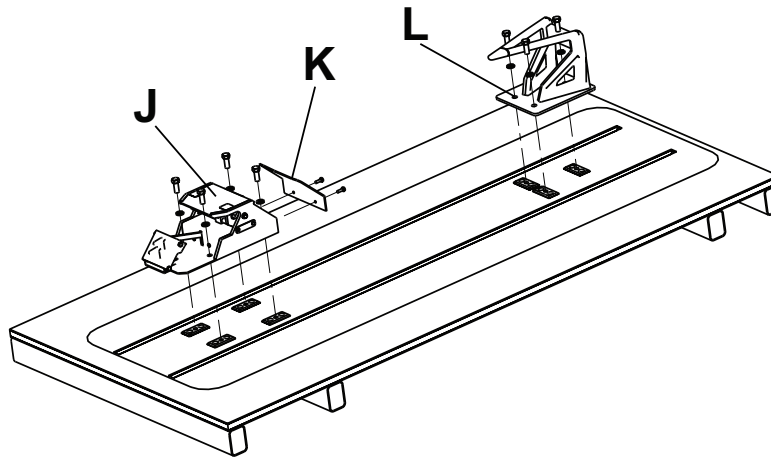
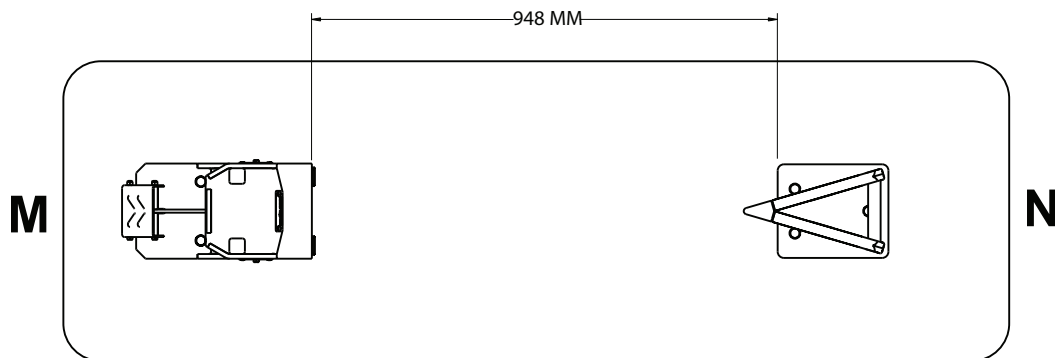
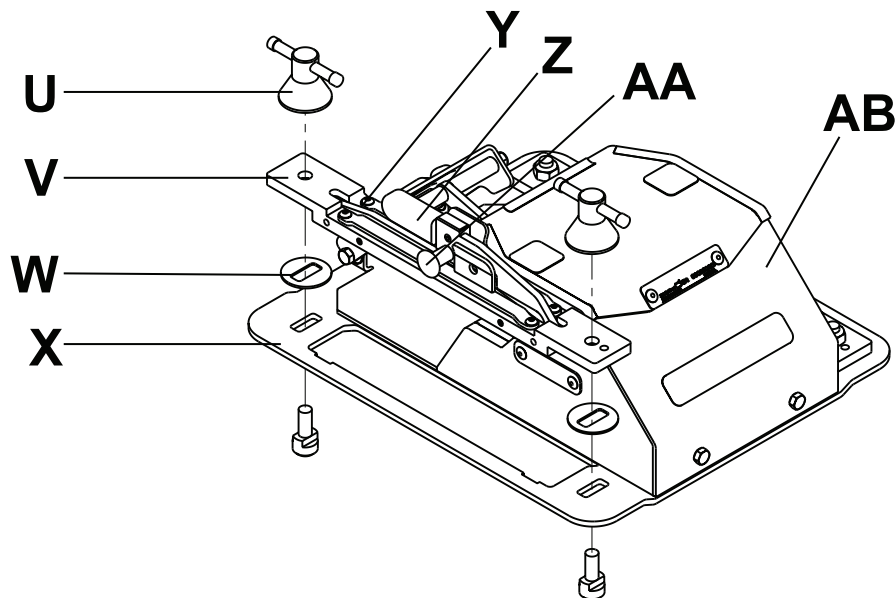

Abbildung 5 – Kopf- und Fußendebefestigung – Installation auf Bodenplatten
Abbildung 6 – Zwischenraum zwischen den Befestigungen
Abbildung 9 – Montage der Fußendebefestigung
1. Die rückwärtige Abdeckung (K) von der Fußendebefestigung (J) (Abbildung 5) abnehmen.
4. Die Kopfendebefestigung (L) auf den drei Bodenplatten montieren und mit drei 1/2-Zoll-13-Sechskantschrauben und Federscheiben sichern.
5. Sicherstellen, dass der Abstand zwischen Kopf- und Fußendebefestigung 948 mm beträgt (Abbildung 6).
10. Sicherstellen, dass der Abstand zwischen Kopf- und Fußendbefestigung 948 mm beträgt (Abbildung 6).
1. Die vier im Lieferumfang enthaltenen Sicherungsunterlegscheiben (6388-001-080) (W) zwischen der schienenmontierten Befestigung (**NMI-Adapter**) (V) und der Sicherungsbasisplatte der Fußendebefestigung (X) positionieren (Abbildung 9).
2. Die Flügelmutter (U) leicht anziehen, um den **NMI-Adapter** (V) an der Sicherungsbasisplatte der Fußendebefestigung (X) anzubringen (Abbildung 9).
5. Am Stift (AA) ziehen, um den **NMI-Adapter** (V) der Fußendebefestigung (AB) zu entriegeln (Abbildung 9).
6. Zum Öffnen erst am Griff (Z) und anschließend den Keil (Y) nach oben ziehen.
7. Die Fußendebefestigung (AB) an der Bodenschiene ausrichten.
8. Den Keil (Y) und dann den Griff (Z) nach unten drücken, um den **NMI-Adapter** (V) an der Bodenschiene zu verriegeln.
9. Die Flügelmutter anziehen, um den **NMI-Adapter** (V) an der Sicherungsbasisplatte der Fußendebefestigung (X) anzubringen.
10. Die Schritte 5–7 wiederholen, um die Kopfendebefestigung an der Bodenschiene zu installieren (Abbildung 5).
11. Sicherstellen, dass der Abstand zwischen Kopf- und Fußendebefestigung 948 mm beträgt (Abbildung 6).